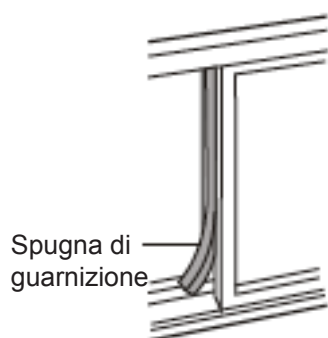

Fig. 15
5. Tagliare la spugna di guarnizione (tipo con adesivo) alla lunghezza adeguata e sigillare lo spazio tra la parte superiore tra le due finestre (interna ed esterna). Fig. 15.